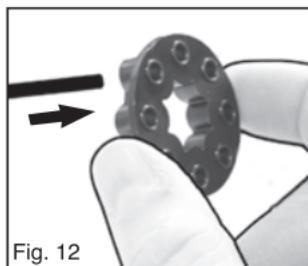

Fig. 12
- En utilisant une baguette de calibre 0,177, poussez doucement chaque "BB" en dehors du chargeur (voir Fig. 12).